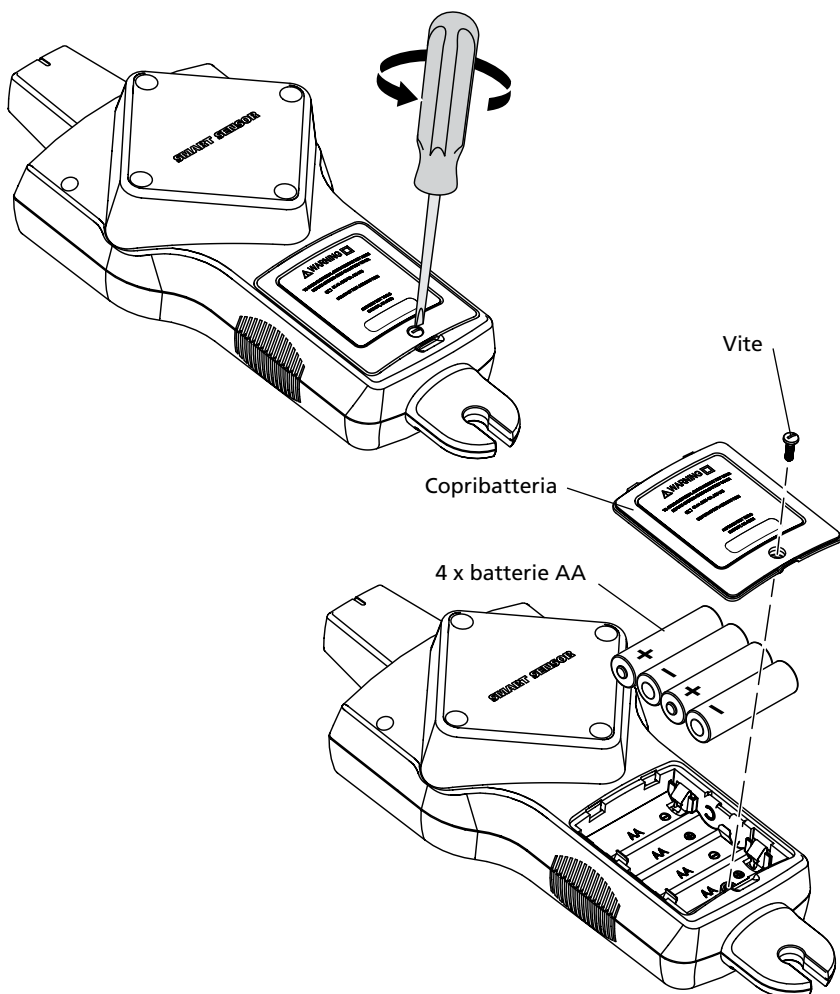

Figura 5.1b: Sostituzione delle batterie del ricevitore
3. Rimuovere il coperchio del vano batterie (Figura 5.1b).